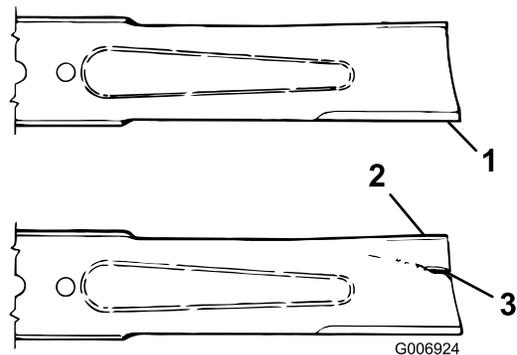

Figura 60
2. Examine cuidadosamente los extremos de corte de la cuchilla, sobre todo en el punto de reunión entre la parte plana y la parte curva de la cuchilla (Figura 60). Puesto que la arena y los materiales abrasivos pueden desgastar el metal que conecta las partes curva y plana de la cuchilla, compruebe la cuchilla antes de utilizar la máquina. Si observa señales de desgaste (Figura 60), cambie la cuchilla; consulte Cómo retirar la cuchilla.
Si se permite que la cuchilla se desgaste, se formará una hendidura entre la vela y la parte plana de la cuchilla (Figura 60). Con el tiempo, una parte de la cuchilla puede desprenderse y ser arrojada desde debajo de la carcasa, posiblemente causando lesiones graves a usted o a otra persona.